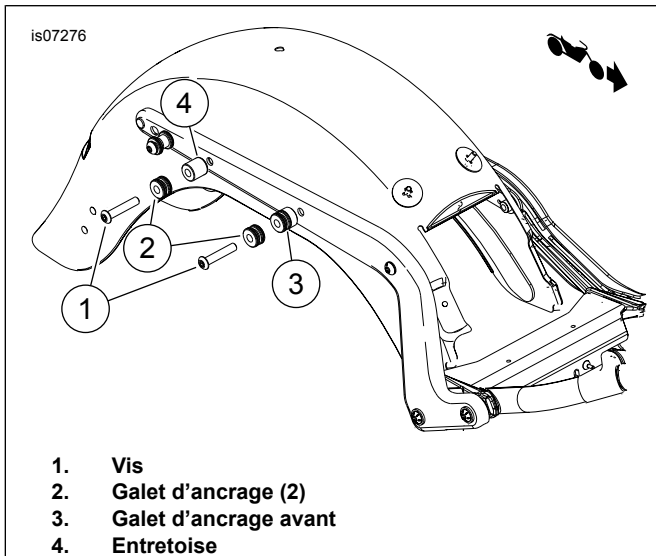

Figure 4. Installation des galets d'ancrage (avec d'autres accessoires amovibles)
AVEC les autres accessoires amovibles : Voir Figure 4. Introduire les vis (1) dans les galets d'ancrage mini (2), dans le galet d'ancrage avant (3) et l'entretoise arrière (4). Installer les vis dans le support de montage de garde-boue (à l'intérieur du garde-boue). Serrer les vis à un couple de 28–36 N·m (21–27 ft·lbs).